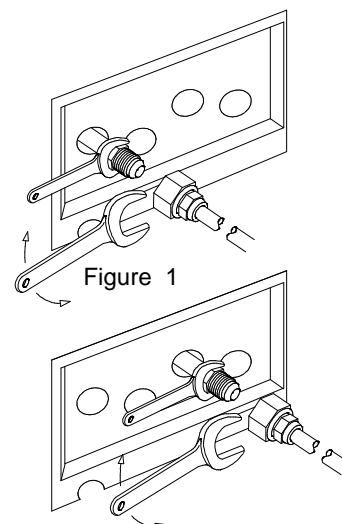

Figure 2
- Raccorder la ligne préparée au robinet d'arrêt à l'aide de deux clés comme indiqué (figure 1 pour ce qui concerne le premier circuit, figure 2 pour le deuxième).